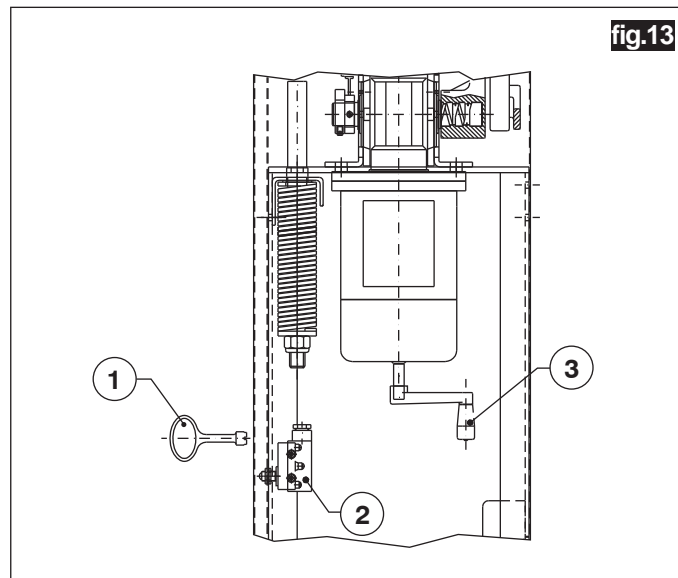

fig.13
- 2 - Ouvrir la porte latérale à l'aide de la clé fournie avec l'appareil (fig.13-réf.1) - (avec la porte ouverte, le micro de sécurité (fig.13-réf.2) inhibe le fonctionnement du moteur);
- 3 - Introduire la manivelle dans l'arbre du moteur (fig.13-réf.3) et la tourner jusqu'à ce que la barrière atteigne la position souhaitée;